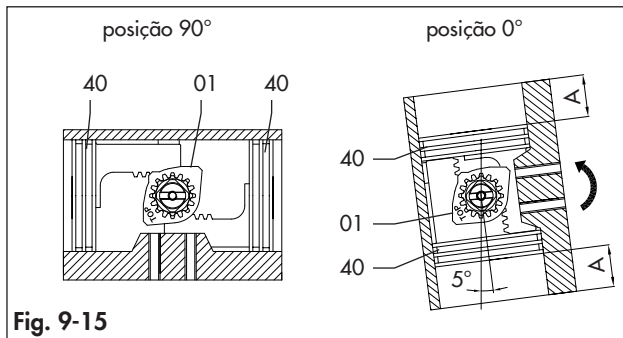
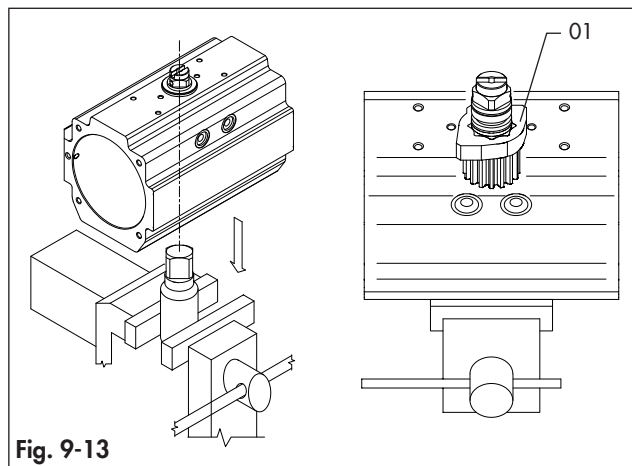
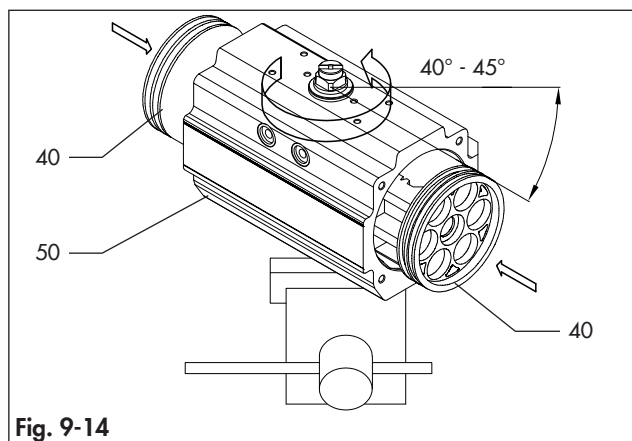

Fig. 9-15
Fig. 9-13
Fig. 9-14
Consulte a Fig. 9-1, Fig. 9-12, Fig. 9-13 e Fig. 9-14.
- Lubrifique e coloque sobre os pistões (40) as juntas tóricas (16), as lombadas do pistão (05) e os rolamentos da cabeça (15).
- Lubrifique a superfície interna do corpo (50) e os dentes da cremalheira do pistão (40).
- Insira a conexão fêmea do eixo de acionamento (60 / 60.1) numa junta de ligação devidamente fixada. (Fig. 9-13)
- Certifique-se de que o octi-cam (01) esteja na posição correta conforme a Fig. 9-13.
- Rode o corpo (50) cerca de 40° - 45° no sentido horário a partir da vista superior, conforme mostrado na Fig. 9-14.
- Insira e pressione os dois pistões (40) simultaneamente dentro do corpo (50) até que os pistões estejam engatados.
- Em seguida, rode o corpo (50) no sentido anti-horário a partir da vista superior até que o curso seja concluído.
- Com os pistões completamente fechados (posição 0°) conforme a Fig. 9-15 a dimensão "A" deve ser a mesma em ambos os lados
- Com os pistões totalmente fechados (posição 0°) conforme a Fig. 9-15, referente ao eixo do corpo, a rotação obtida deve ser:
- Com o atuador na posição fechada (posição 0°), consultando a Fig. 9-15 para a posição dos pistões, aparafuse ou desaparafuse o parafuso de paragem direito (02) 1 volta de cada vez até que a posição de paragem desejada seja alcançada. No caso do atuador de retorno por mola, pode ser necessária uma alimentação pneumática.